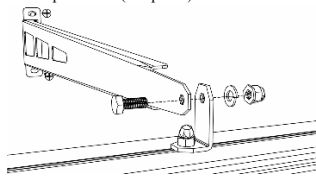

Рисунок 3 Установка светильника
3.4 Затем установите светильник на крепления (см. рис.3).